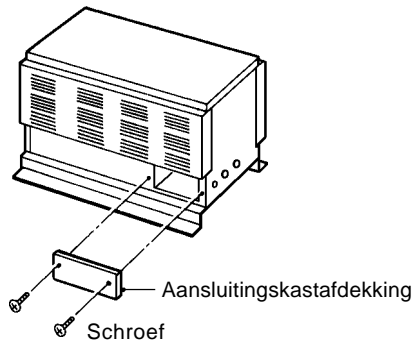

Fig. 19
- 1) Verwijder de twee schroeven en de afdekking van de aansluitingskast van de condensoreenheid. Zie fig. 19.